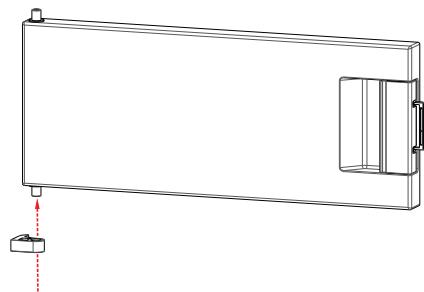

Abb. 7
- ▶ Drehen Sie nun die Gefrierfachtür um 180°. Setzen Sie das Ge-frierfachscharnier auf den linken Zapfen (Abb. 7).